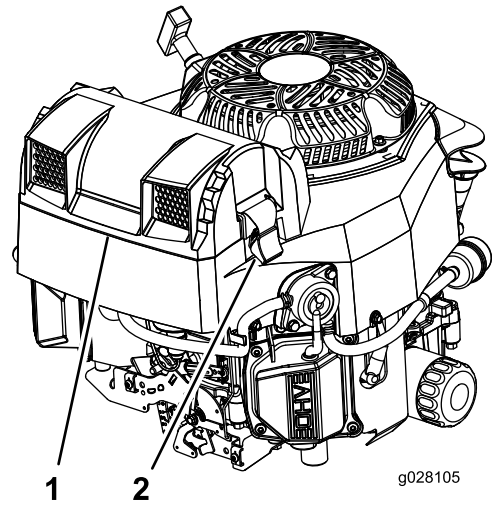

Bild 37
3. Lösen Sie die Riegel am Luftfilter und ziehen Sie die Lufteinlassabdeckung vom Luftfiltergehäuse ab (Bild 37).
5. Montieren Sie die Lufteinlassabdeckung und befestigen Sie diese mit den Laschen (Bild 37).